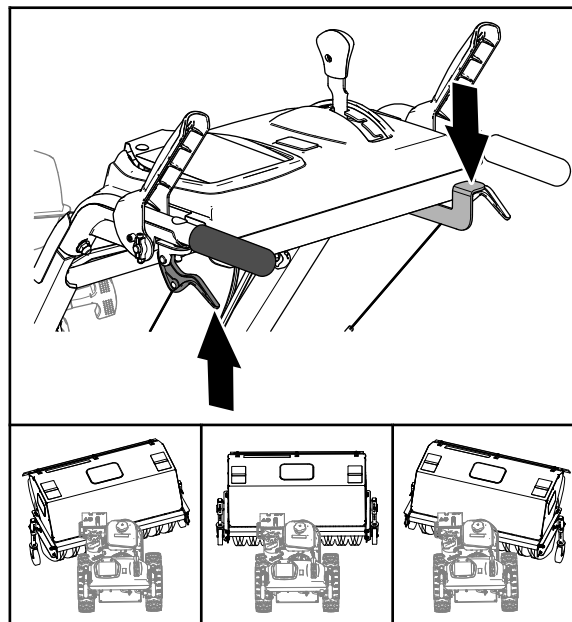

Figura 20
3. Empurre a alavanca para baixo com o polegar da mão direita (Figura 20).
4. Aperte a alavanca da embraiagem para a pega (Figura 20) e empurre a caixa da vassoura para as seguintes posições.